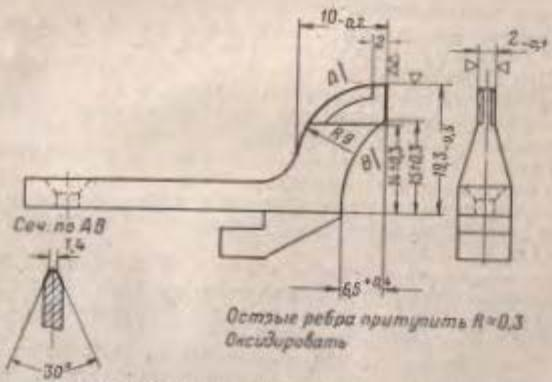

Рис. 37. Обработка верхней части отражателя
(II) Отделить отражатель, наплавить на верхнюю часть отражателя слой металла электродуговой сваркой электродом ЭНХ30-2-3 и обработать (рис. 37), после чего приклепать отражатель к затворной коробке.